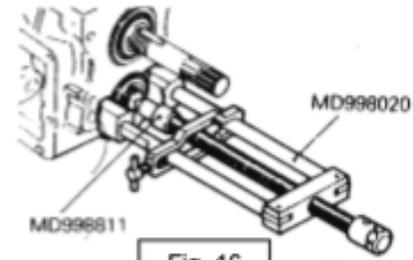

Fig. 16
- Quitar el anillo de seguridad del cojinete delantero, extraer el cojinete y extraer los engranajes uno a uno. Utilizando la prensa hidráulica o extractor especial. Fig. 16